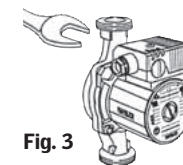

Fig. 3
– Når pumpen tilsluttes rørsystemet, kan pumpen sikres mod drejning ved at fastholde den med en gaffelnøgle (fig. 3).